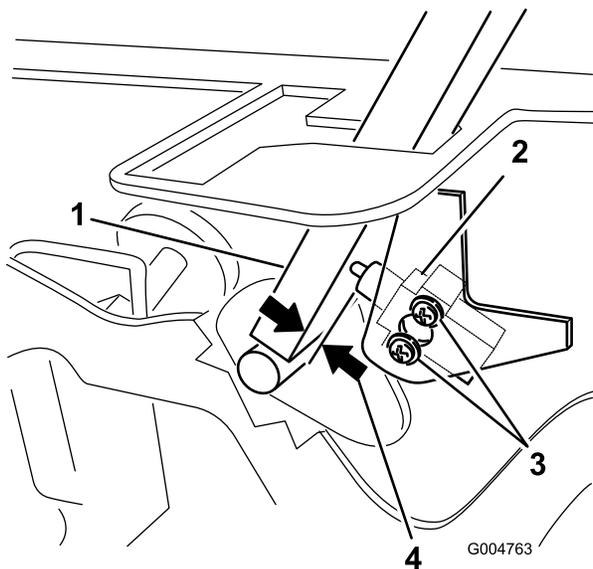

Figura 51
3. Desaperte os 2 parafusos que prendem o interruptor de segurança (Figura 51).
- Segurando na alavanca de controlo encostada à estrutura, desloque o interruptor na direção da alavanca até que a distância entre a alavanca e o corpo do interruptor seja 0,4 a 1 mm, como se mostra na Figura 51.